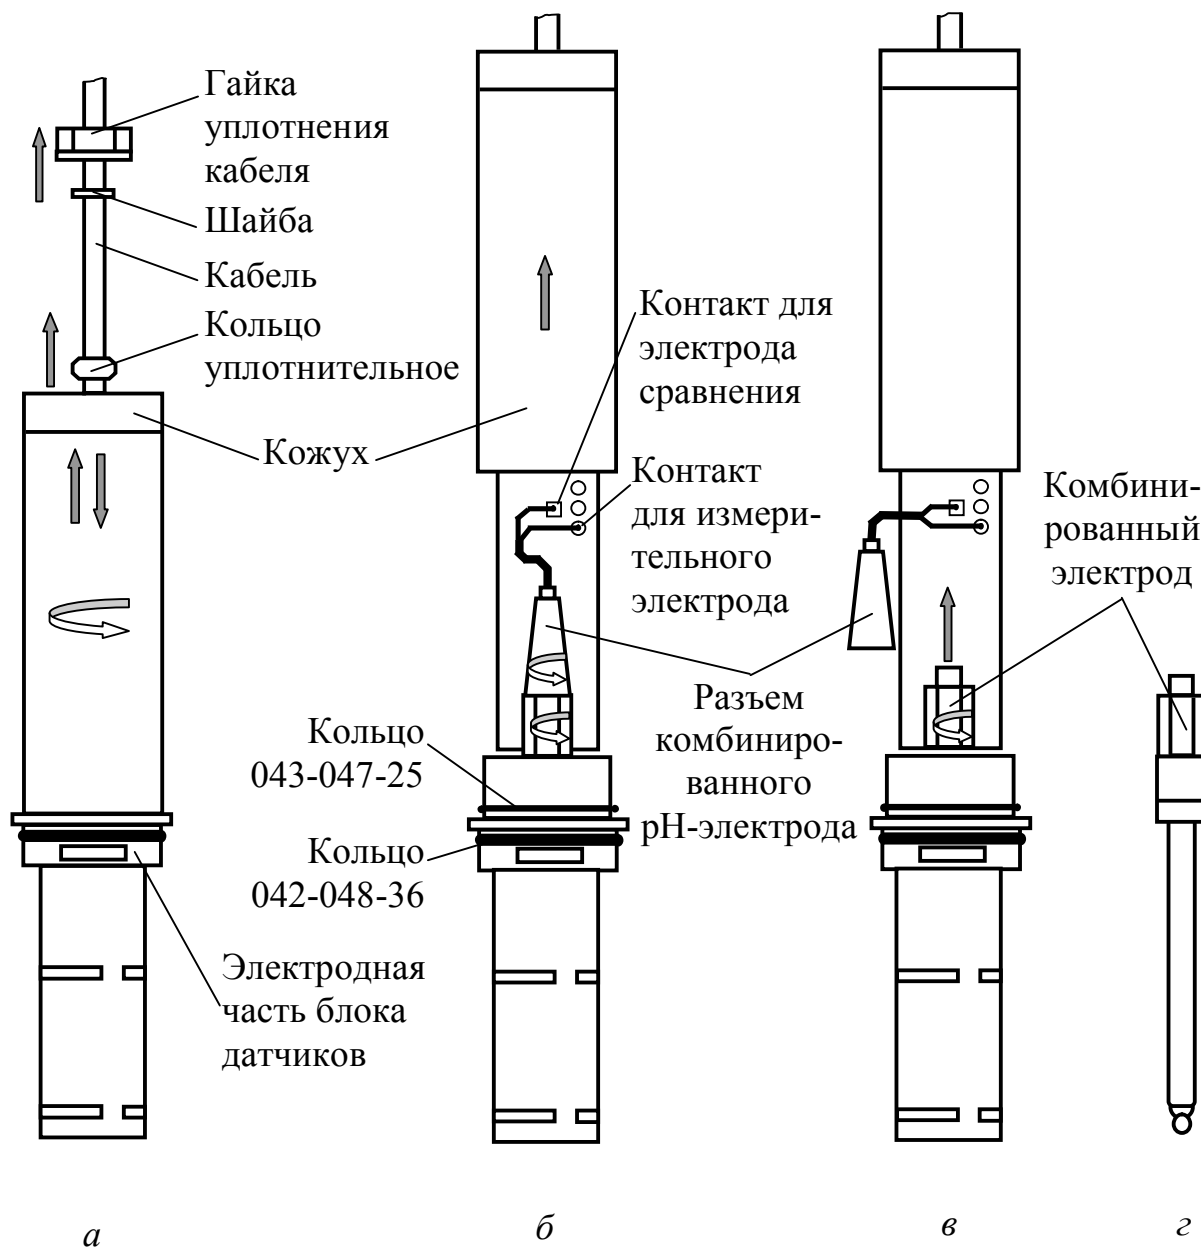

Рисунок 3.2
- отвернуть гайку уплотнения кабеля и сдвинуть ее вдоль по кабелю (рисунок 3.2а);
- отвернуть разъем комбинированного электрода (рисунок 3.2б) и отсоединить его от электрода (рисунок 3.2в);
- вывернуть комбинированный электрод из блока датчиков БД-902МП (рисунок 3.2в, 3.2г).